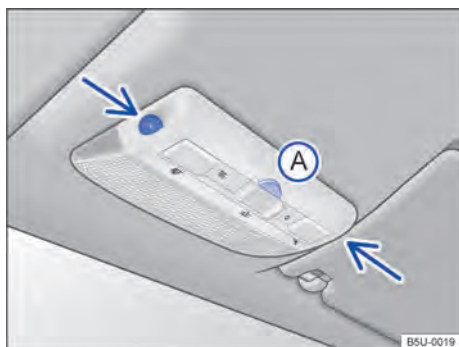
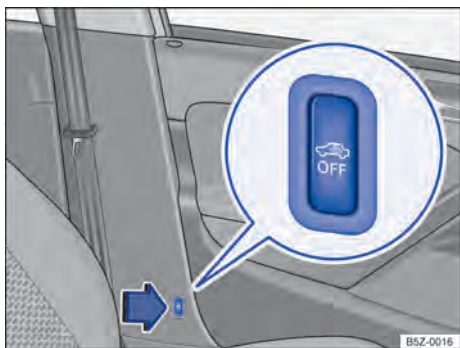

Fig. 25 No console do teto: sensores de monitoramento do interior do veículo e tecla **A** para desligar o monitoramento do interior do veículo. ▶
Fig. 26 Ao lado do banco do condutor: botão para desligar o monitoramento do interior do veículo.
O monitoramento do interior do veículo dispara o alarme com o veículo travado, se reconhecer movimentos no interior do veículo. O sensor e o receptor estão localizados no conjunto da lanterna de leitura → Fig. 25 (setas).
- Pressionar a tecla → Fig. 25 (A) ou → Fig. 26 (OFF) por 2 segundos. No painel de instrumentos a luz de controle  se acende.